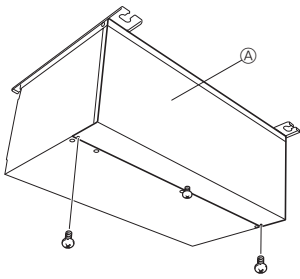

Fig. 9-1
1. Montera loss skruvarna i kåpan. (Fig. 9-1)